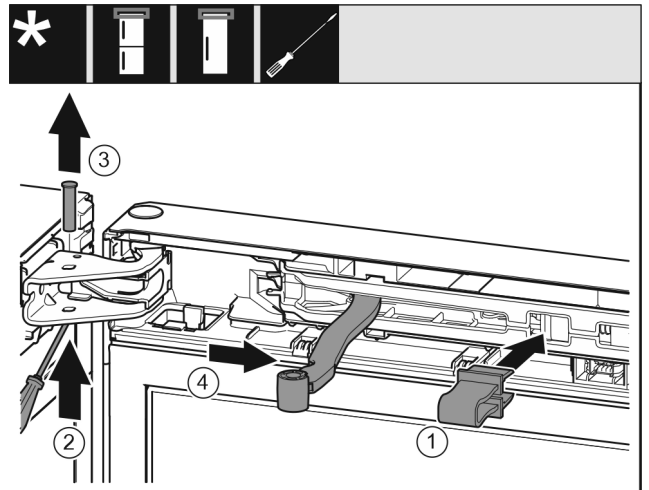

Fig. 13
- ▶ Зафиксируйте предохранитель Fig. 13 (1) в отверстии.
- ▶ Выкрутите палец Fig. 13 (2).
- ▶ Извлеките палец Fig. 13 (3) движением вверх.
- ▶ Поверните шарнир Fig. 13 (4) в направлении двери.